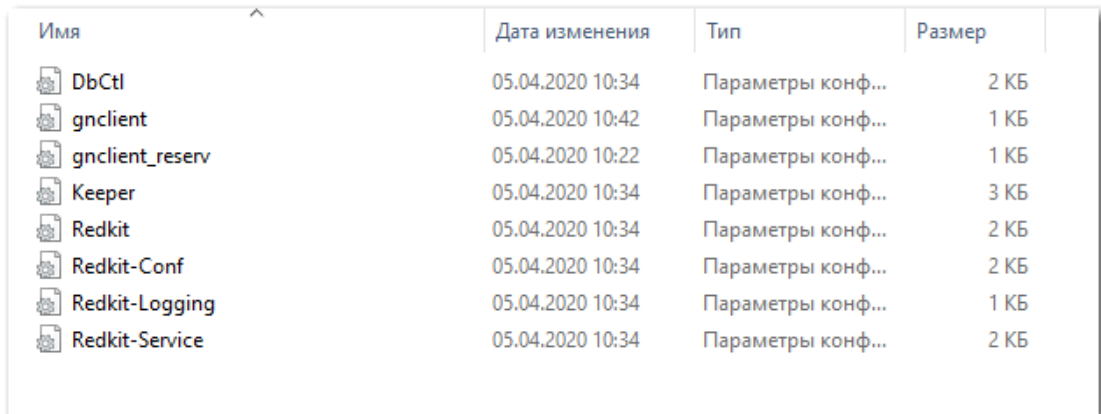

Рисунок 52 - Директория C:\%appdata%\Redkit-Lab
- Зайдите в директорию `C:\%appdata%\Redkit-Lab`. Проверьте наличие конфигурационных файлов: `DbCtl.ini`, `gnclient.ini`, `gnclient_reserv.ini`, `Keeper.ini`, `OscConverter` (появляется при выборе компонента **Служба конвертирования осциллограмм** на этапе установки Redkit), `Redkit.ini`, `Redkit-Conf.ini`, `Redkit-Logging.ini`, `Redkit-Service.ini` (Рисунок 52).